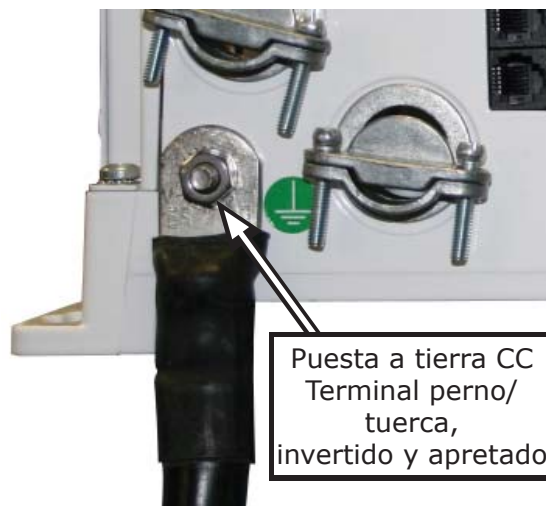

Ilustración 2-19, Cable a tierra de mayor sección conectado al serie MS-E
4. Invierta el perno extraído, y colóquelo de nuevo en el agujero del chasis para conectar un cable de tierra de tamaño adecuado al chasis del serie MS-E, como se muestra en la Ilustración 2-19.